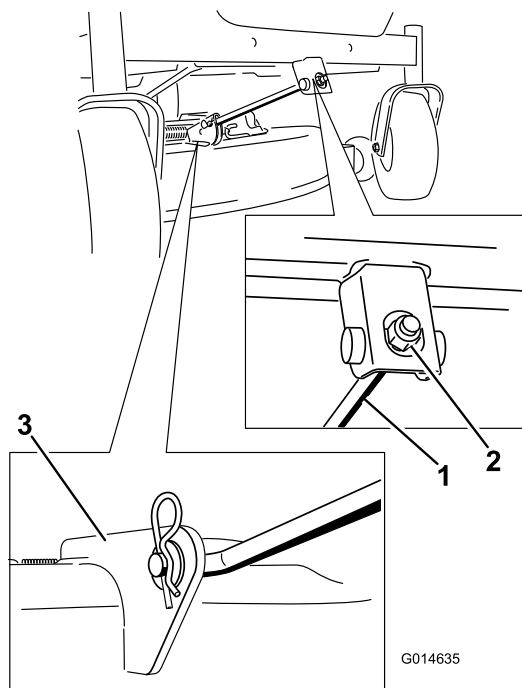

Figura 67
4. Rimuovete il perno con testa dall'asta di supporto frontale e rimuovete l'asta dalla staffa del piatto di taglio (Figura 67). Abbassate con cautela la parte anteriore del piatto di taglio fino al suolo.
- Montate l'asta di sostegno anteriore sul piatto di taglio con il perno con testa e la coppiglia a forcina (Figura 67).